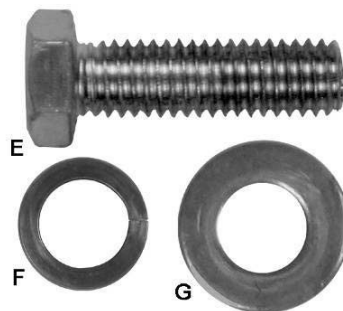

Рис. 5
3. Удалить транспортный кронштейн (D) переключатель вкл\выкл (Е) к столу. Не выбрасывайте кронштейн (D), он будет использоваться для установки коммутатора.
4. Удалите оставшиеся болт, гровер и плоскую шайбу (F и рис. 5) из края стола.
5. Установите крышку двигателя (G), совместив штифты (H) на крышке с отверстиями на тумбе.
6. Закрепите крышку, потянув за защелку (J), закрыв дверцу, и отпустите защелку.
- Оборудование: (6), 7/16 "x1-1/2" шестигранные болты крышки (6) 7/16" Гроверные шайбы, (6) 7/16 "Плоские шайбы и (2) Расширение
1. Прикрепите левое расширение (А) к основному столу (В) тремя болтами (Е), с гроверами (F) и плоскими шайбами (G). Не затягивайте расширение, чтобы иметь возможность выравнивать вручную по основному столу.
4. Возьмите крепеж (рис. 5) для правой стороны, а затем приложив правое расширение сделайте все операции в том же порядке.